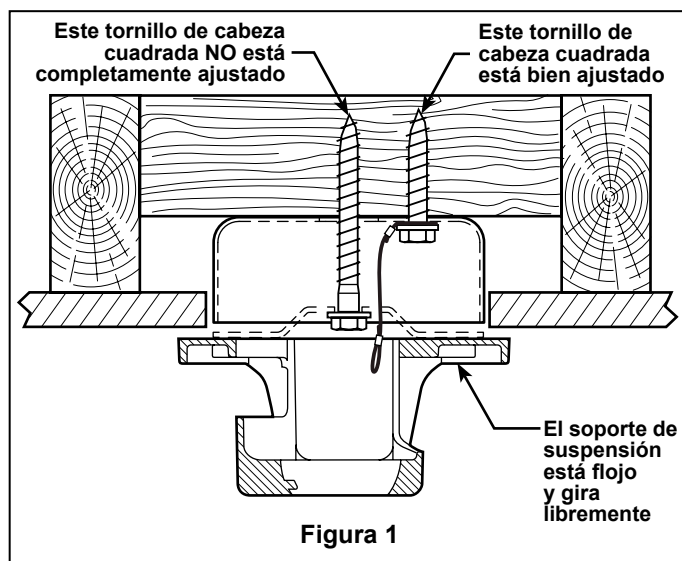

Figura 1
1. Fijación del cable de soporte para techo (Figura 1): Taladre un orificio guía de 0,6 cm ($\frac{1}{4}$ ") en una de las cuatro esquinas de la caja de conexiones y a través de la viga de techo o miembro estructural. Fije firmemente el cable de soporte para techo con el tornillo de cabeza cuadrada de $\frac{3}{8}$ " x 2" y la arandela plana.
NOTA: El cable de soporte para techo debe asegurarse entre la arandela plana y la caja de conexiones con un tornillo de cabeza cuadrada de 2" (Figura 1).
2. Sujeción del soporte de suspensión preliminar (Figura 1): Taladre un orificio guía de $\frac{1}{4}$ " en el centro de la caja de conexiones y a través de la viga de techo o miembro estructural. Fije sin apretar el soporte de suspensión a la estructura del techo con el tornillo de cabeza cuadrada de $\frac{3}{8}$ " x 5" y la arandela plana. TODAVÍA NO AJUSTE POR COMPLETO EL TORNILLO DE CABEZA CUADRADA EI soporte de suspensión debe girar libremente.
Las aspas del ventilador deben estar suspendidas, al menos, a 2 m (7') del piso (Figura 1)